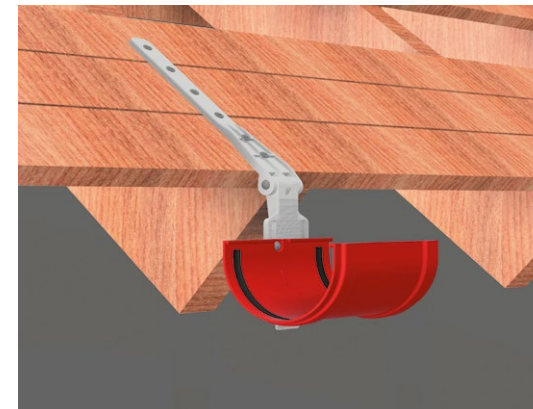

Рис. 29 Монтаж соединителей PREMIUM и STANDARD на регулируемые крепления
- Соединители желобов BC PREMIUM и STANDARD устанавливаются на одно крепление регулируемое (Рис. 29).
При использовании креплений регулируемых, соединители желобов PREMIUM и STANDARD устанавливаются на одно крепление и фиксируются на креплении регулируемом через проушину за счёт винтового соединения (Рис. 29).